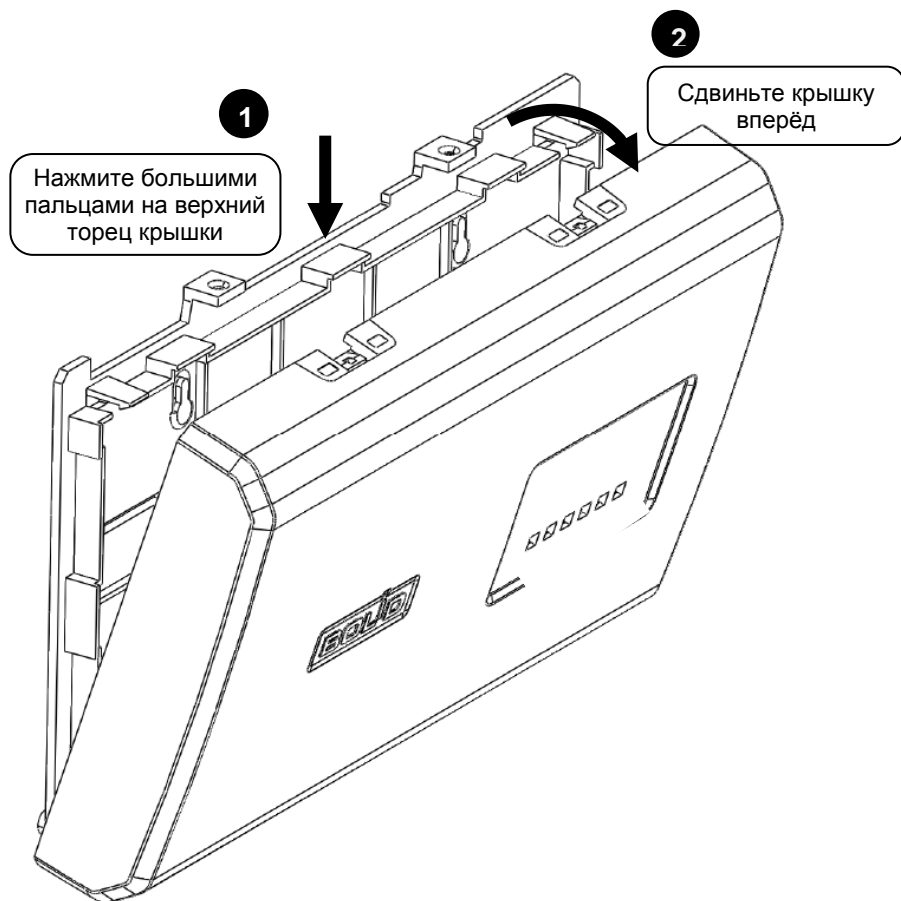

Рисунок 3. Снятие крышки блока «Сигнал-20П»
3.2.4 Снимите крышку блока «Сигнал-20П»/«Сигнал-20П исп.01» в порядке, указанном на рис.3 и 4 соответственно.
3.3.3 Снимите крышку блока в порядке, указанном на рис. 3
4.5 Закройте крышку блока «Сигнал-20П исп.01» в порядке, обратном порядку снятия (см. рис.3).